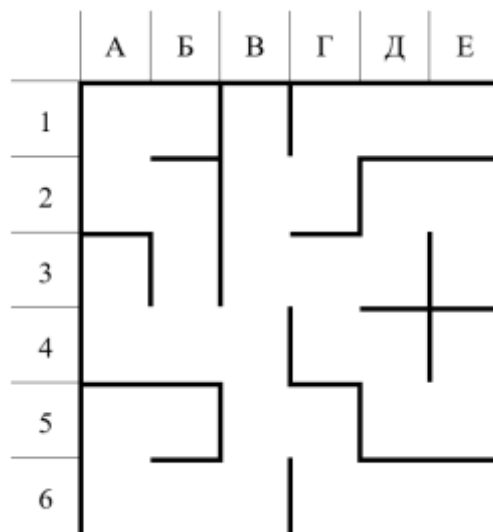

Рис. 7. Пример лабиринта
12. По регламенту соревнований робот должен проследовать в лабиринте по правилу правой руки от стартовой клетки до финишной, а затем вернуться на старт по кратчайшему пути (например, рис. 7).